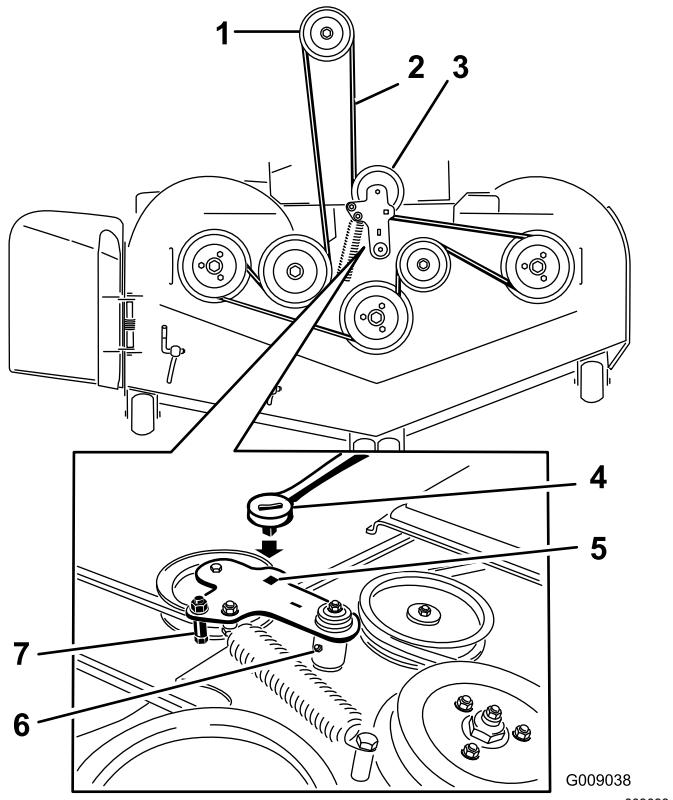

Figura 106
- Sollevate la bacinella e inserite il cricchetto nel foro quadrato del tendicinghia del piatto di taglio (Figura 106).
- Ruotate il tendicinghia del piatto di carico in senso orario e togliete la cinghia del tosaerba (Figura 106).